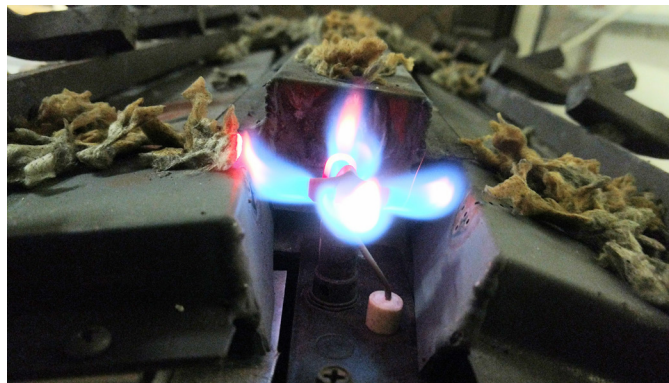

Figure 4.3 Modèles de flamme de la veilleuse
- Inspectez le comportement de la flamme de la veilleuse. Voir les figures 4.3 pour connaître le comportement de la flamme de la veilleuse approprié. Nettoyez ou remplacez la tête d'injecteur à filetage mâle si nécessaire.